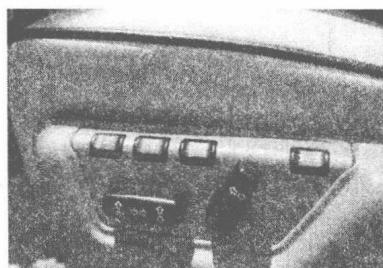

图 0-7 座椅的调整
① 使用三点式安全带应注意使安全带贴靠肩膀中部, 不应让安全带勒在颈部。
② 安全带应通畅、清洁, 不得在锋利边缘上摩擦, 安全带出口处不能让纸片或其他东西堵塞。
4. 汽车座椅的调整 (见图 0-7)